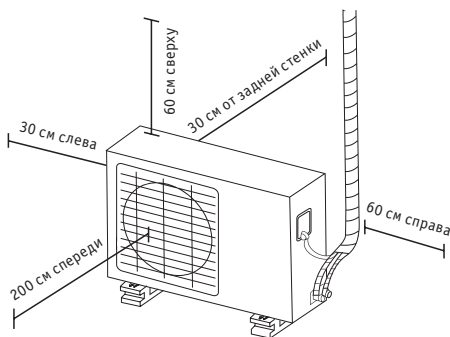

Рис. 4.1
- Соответствовать всем требованиям по зазорам, показанным на рис. 4-1.